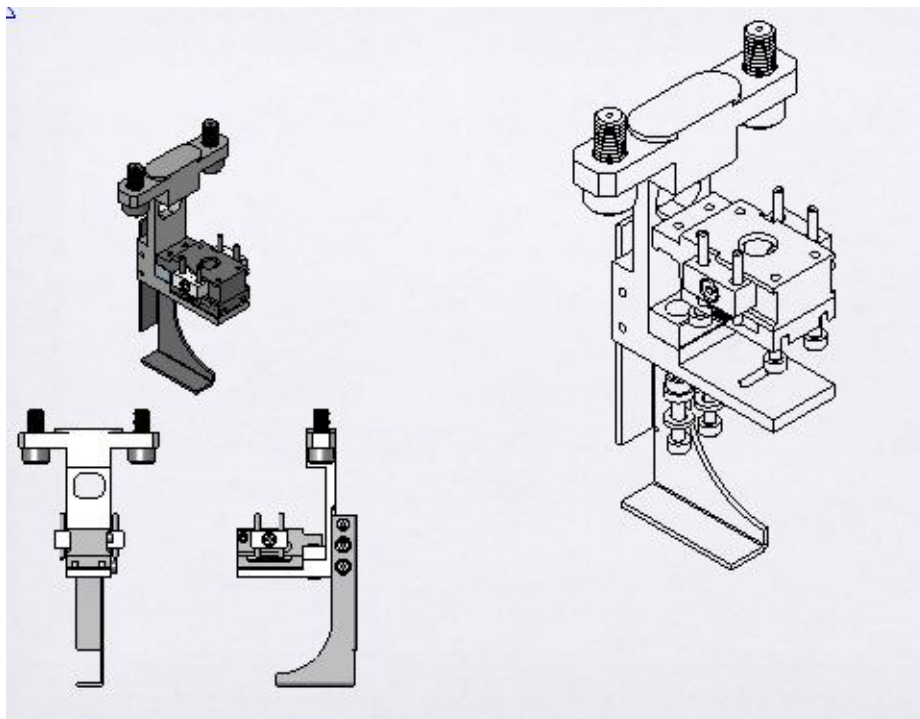
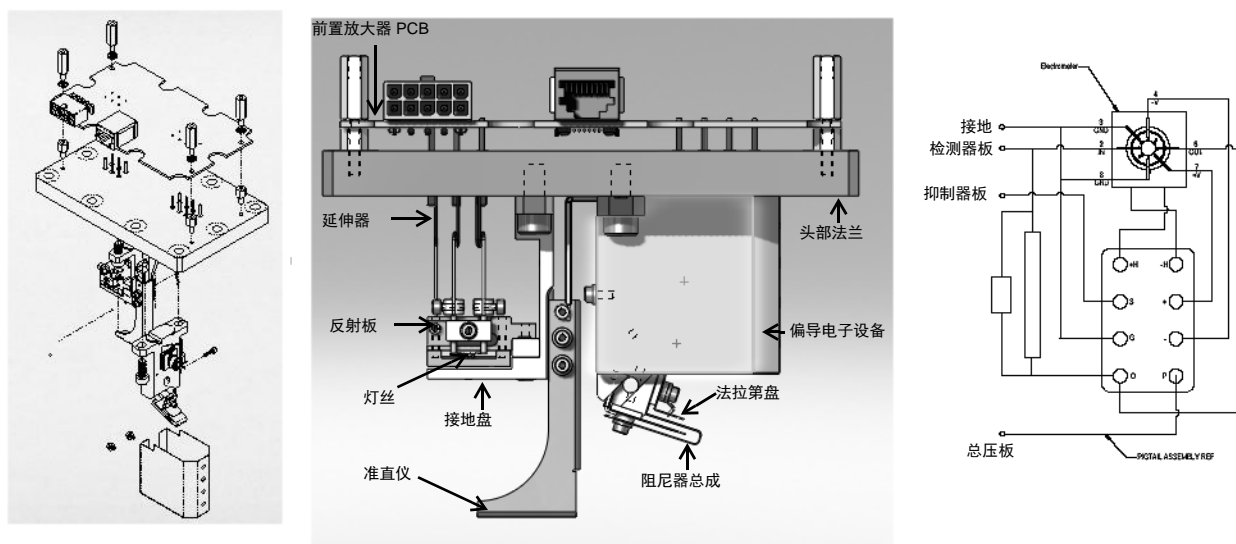
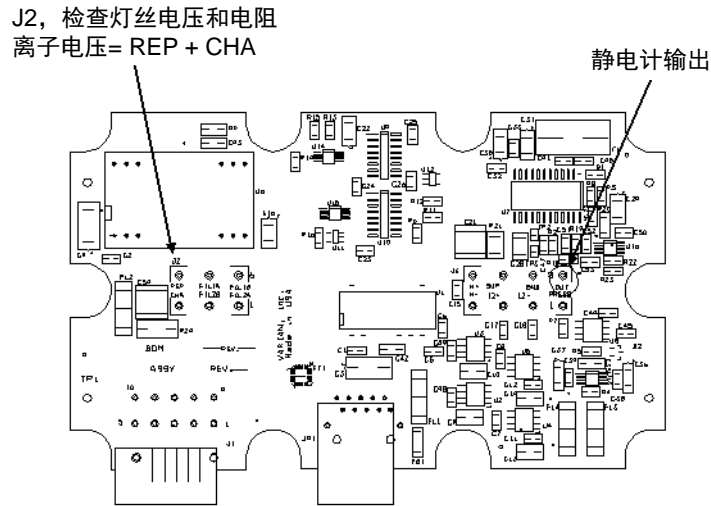
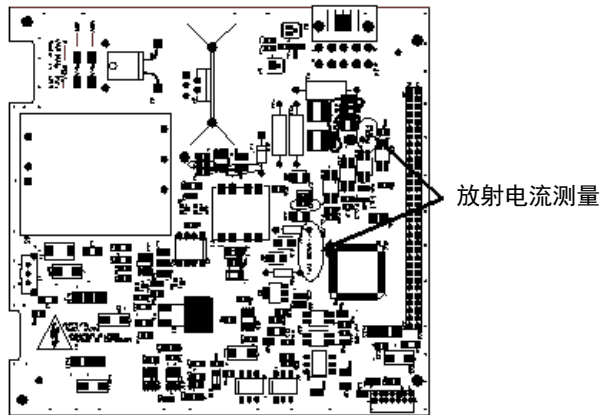

图 C-1 谱仪（离子源总成）
图 C-2 谱仪头部: 分解
图 C-3 前置放大器电路板 - 测量点
图 C-4 离子源电路板 - 测量点
- a. 从谱仪体部拆下谱仪头部，检查总压盘（图 C-1 和图 C-2）。
3. 前置放大器电路板故障（图 C-2 和图 C-3）：
- 谱仪 - 前置放大器电路板（图 C-2 和第 C-7 “页图 C-3）：测量 J2 接头的灯丝电阻（关闭电源）（灯丝电阻 < 0.5 Ohm）。如果灯丝断路，打开谱仪并更换灯丝。请参阅 μ B.13 $\frac{3}{4}$ \times 灯丝的更换 \circ \pm 。
- ❑ 运行全面校准 (第 C-6 “页图 C-2 和第 C-7 “页图 C-3) 并在顺利完成之后测量前置放大器电路板 J2 接头的灯丝电压 (谱仪头部)。灯丝电压应 = 1.4 至 1.9 VDC, 且噪声 < 30 mV (AC)。否则, 进入 *Manual Tuning* 屏幕调整 *Emission Current*, 直到 AC 纹波 < 50 mV 且灯丝电压为 1.4 至 1.9 VDC 为止。
- a. 参考步骤 2b, 逐步测量灯丝电阻、离子电压和灯丝电压。验证 (第 C-7 “页图 C-3 和第 C-6 “页图 C-1):
- b. 选择 *Setup 菜单 > Manual Tuning* 并注意 *Emission Current* 设置。在测试点 EMISS T.P 和 TP101 FIL GND 测量离子源板 (第 C-10 “页图 C-4) 上的发射电流。测得的电压应对应于观察到的读数 (+/-10% 以内)。如果发射电流 < 0.3 mA 或为零, 检查污染谱仪的污染情况 (必要时, 更换离子源)。请参阅第 C-6 “页图 C-1 和第 C-6 “页图 C-2。
- ☐ 切换灯丝并重新校准，如果第二根灯丝失灵，检查离子源和灯丝并进行更换（第 C-6 “页图 C-2）。请参阅 $\mu\text{B.13 } \frac{3}{4} \times \text{灯丝的更换}^\circ\pm$ 。
- ☐ 检查离子源，如果受到污染（变色），净化离子源或进行更换（第 C-6 “页图 C-1）。
- ❑ 对前置放大器电路板的 J3 接头（第 C-7 “页图 C-3）测量标为“OUT”的针脚电压（对地）。没有泄漏时，电压应该在 mV DC 范围内。
- ❑ -11.00 VDC，拆除前置放大器电路板（第 C-7 “页图 C-3）上的离子源高压电压线（J1 接头），重新测量“OUT”针脚电压。
- b. 测量离子源电路板（图 C-4）上的测试点 EMISS T.P 和 TP101 FIL GND（发射电流）。测得的电压应对应 *Manual Tuning* 屏幕中观察到的读数（+/- 10% 以内）。如果测量电压（发射电流）> 2.0 VDC 而且无法进行调整，更换离子源电路板。
4. 前置放大器电路板故障（第 C-7 “页图 C-3”）：
- a. 打开 *Manual Tuning* 菜单, 调整并测量发射电流 (第 C-10 “页图 C-4”), 将发射电流降至 < 30 mVAC 最小值。